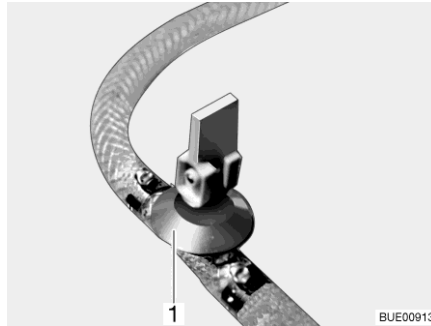

Bild 165 Ablasshahn
- Ablasshahn/Ablasshähne schließen. Dazu den Kipphebel (Bild 165,1) waagrecht stellen.
- Ablasshahn/Ablasshähne (Bild 165) öffnen. Dazu den Kipphebel (Bild 165,1) senkrecht stellen. Der Boiler wird nach außen entleert.